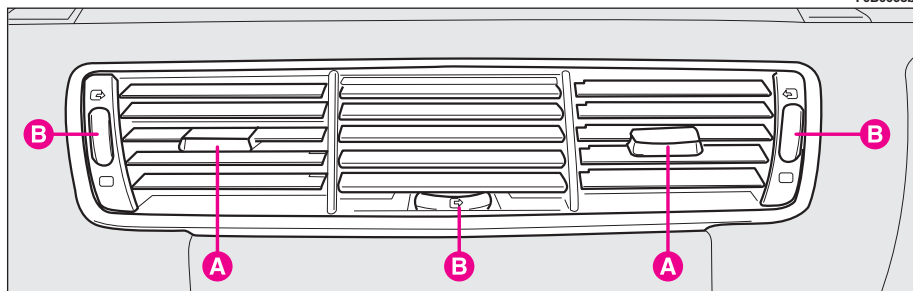

fig. 84
**REGULACIÓN DE LAS REJILLAS CENTRALES fig. 84**